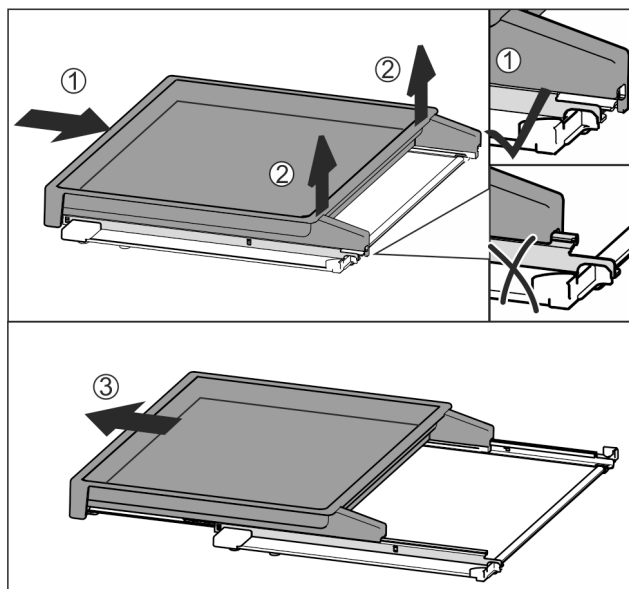

Fig. 32
- ▶ Spingere completamente il ripiano estraibile Fig. 32 (1).
- ▶ Staccare il blocco sul lato posteriore Fig. 32 (2).
- ▶ Estrarre in avanti il ripiano estraibile Fig. 32 (3).